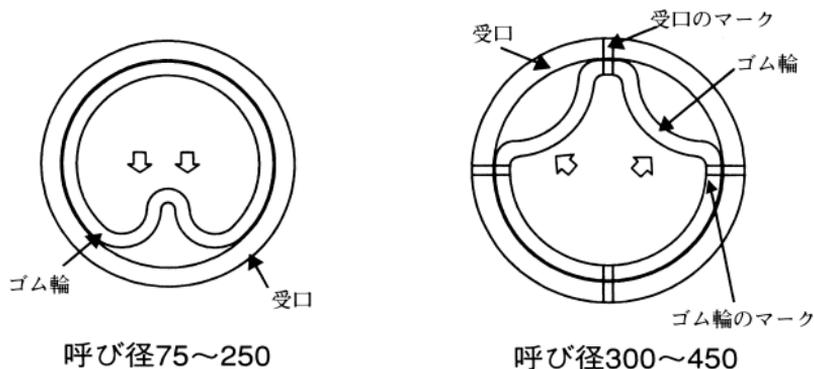

図11 ゴム輪のセット
- (2) ゴム輪を清掃し、ヒール部を手前にして図11に示す形にして受口内面におさめる。ただし、呼び径300以上についてはゴム輪のマークを中心にして凹みを2ヶ所作り、ゴム輪のマークと受口のマークが合うようにセットし、凹みを手やプラスチックハンマなどで押しながら受口内面の所定の位置に装着する。